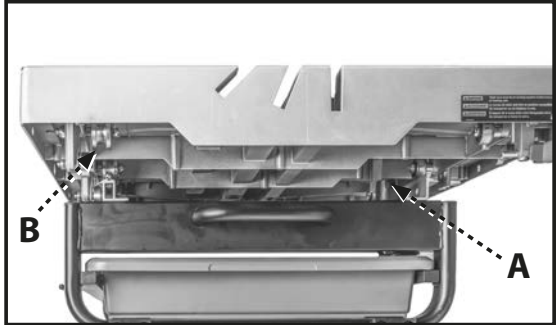

FIGURE 8
1. Placez le verrou de table rainuré (A, fig. 8) dans la position ouverte de sorte que la rainure soit parallèle aux rails sur le bâti principal.
2. Placez la table de travail (9), de sorte que les deux paliers de gauche (B, fig. 8) sur le fond s'engagent, l'un sur le dessus et l'autre en dessous, avec le rail gauche du bâti principal. La roue sur le côté droit de la table de travail devrait monter le long du haut du rail de droite sur le bâti principal.